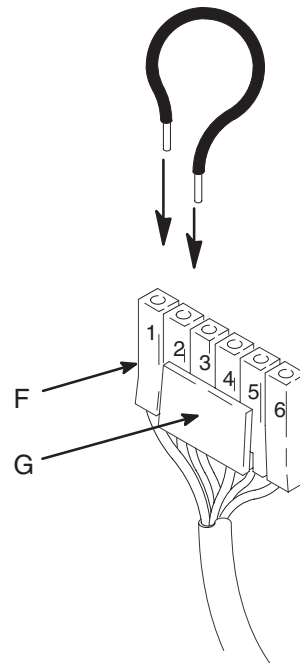
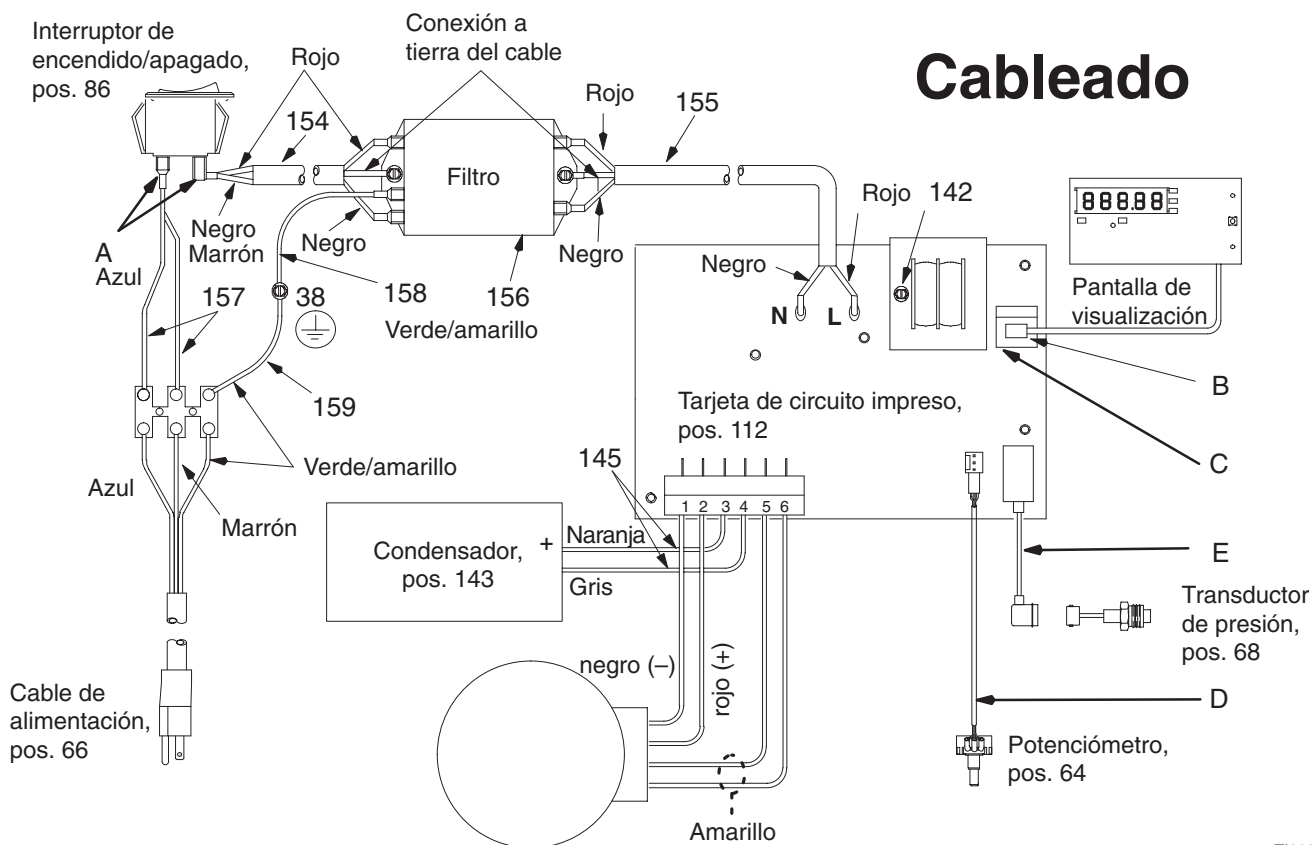

Fig. 1
Fig. 5
4. Fig. 5. Retire los cuatro tornillos (60), la tapa del dispositivo de control de presión (49), los dos tornillos (108), el panel de control (67) y el alojamiento (58). Fig. 1. Apriete las lengüetas (G) y desenchufe el conector del motor (F).
1. Fig. 1. Conecte juntos los hilos conductores del motor (posiciones 1 y 2) por medio de un cable de prueba. Haga girar a mano el ventilador del motor a una velocidad de aproximadamente dos revoluciones por segundo.
3. Fig. 5. Retire los cuatro tornillos (60) y la tapa del dispositivo de control de la presión (49). Desenchufe el conector de la pantalla de visualización (B).
4. Saque los dos tornillos (108) y el panel de control (67).
5. Desconecte los cuatro cables (A) del interruptor de ENCENDIDO/APAGADO (86).
6. Apriete las lengüetas interiores del interruptor ENCENDIDO/APAGADO (86) y retírelo del panel de control (67).
4. Retire los cuatro tornillos (108), el alojamiento (58), la junta (106) y el panel de control (67).
5. Desconectar en la tarjeta de circuito impreso de control del motor (112):
- Cable (D) desde el potenciómetro.
- Cable (E) desde el transductor.
6. Retire los seis tornillos (41) y el tornillo (142). Gire la tarjeta de circuito impreso del motor (112) para aflojar la pasta térmica que sujeta la tarjeta a la placa posterior y desmonte la tarjeta.
1. Limpie las almohadillas de la parte trasera de la tarjeta de circuito impreso de control del motor (112). Aplique una pequeña cantidad de producto térmico 110009 a las almohadillas y proceda a distribuirlo uniformemente.
3. Fig. 5. Instale la tarjeta de circuito impreso de control del motor (112) con los seis tornillos (41) y con el tornillo (142).
4. Conectar a la tarjeta de circuito impreso de control del motor (112):
- Cable (E) al transductor.
- Cable (D) al potenciómetro.
6. Instale el alojamiento (58) con los dos tornillos (108).
7. Instale el panel de control (67) con los dos tornillos (108). Asegúrese de que no haya cables pillados.
8. Instale el conector de la pantalla de visualización (B). Instale la tapa del dispositivo de control de presión (49) con los cuatro tornillos (60).
3. Fig. 5. Retire los cuatro tornillos (60) y la tapa (49). Desconecte el cable de la pantalla de visualización (B).
4. Retire los dos tornillos inferiores (108) y panel de control (67).
5. Retire los dos tornillos superiores (108) y el alojamiento del dispositivo de control (58).
6. Desconecte el hilo conductor del transductor (E) de la tarjeta de circuito impreso de control del motor (112).
7. Retire los seis tornillos (24) y la cubierta (134).
5. Desconecte el cable (D) de la tarjeta de circuito impreso de control del motor (112).
6. Retire el mando del potenciómetro (36), la tuerca del eje obturador (32), el espaciador del eje (96) y el potenciómetro de ajuste de presión (64).